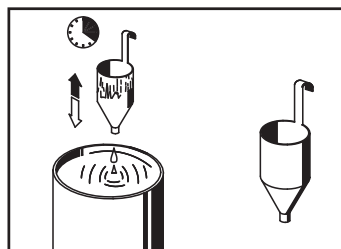

Fig. 2
Para determinar a viscosidade da tinta, primeiro mexa bem a tinta, depois mergulhe o copo medidor de viscosidade (11) na tinta e encha completamente o copo. Levante o copo e meça o tempo necessário para que a tinta se esgote, o que dará um segundo DIN. A viscosidade máxima para este produto é no máximo DIN-50 (para bico de 0,8 mm) 50 segundos (Fig. 2). Se o tempo for demasiado longo, dilua a tinta utilizando o meio apropriado (de acordo com as instruções do fabricante da tinta). Tentar então novamente até se obter o DIN-sec correcto.